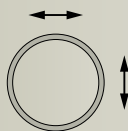

Bild 26
- Je sorgfältiger der Betonverschluss zur Längs- und Querachse ausgerichtet wird, desto unauffälliger werden die Elemente in der Gesamtoptik erscheinen (Bild 26).